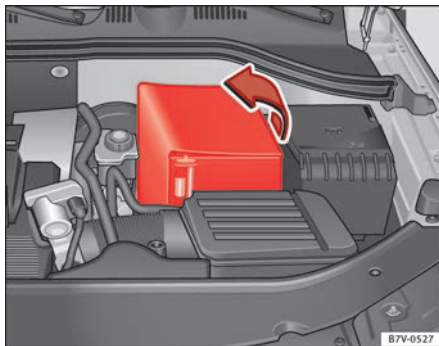

Fig. 174 No compartimento do motor: Solte o tubo da bateria do veículo.
- *No caso de um tubo:* retire a cobertura soltando-a para um lado ⇒ Fig. 174.